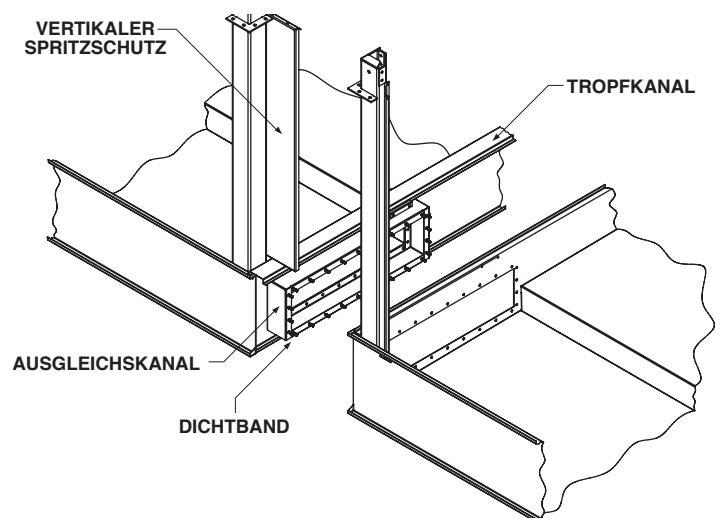

Abb. 5 – Verbindung des Ausgleichkanals 12' (3.6 m) breite Modelle
2. Reinigen Sie die Flanschanschlüsse des Ausgleichskanals an dem Ende, der vor Ort noch zu verbinden ist. Bringen eine Lage Dichtband auf dem Flansch an, und zwar mittig über den Bohrungen und der Außenkante. Die Papierschutzstreifen müssen restlos vom Dichtband entfernt werden (siehe Abb. 5).
9. Setzen Sie das Spritzschutzblech in den Winkel zwischen den senkrechten Halterungen. Befestigen Sie den Spritzschutz mithilfe von 5/16" (8 mm) Schrauben; bei Edelstahlaggregate werden 5/16" (8 mm) Edelstahlschrauben- und Muttern verwendet (siehe Abb. 5).